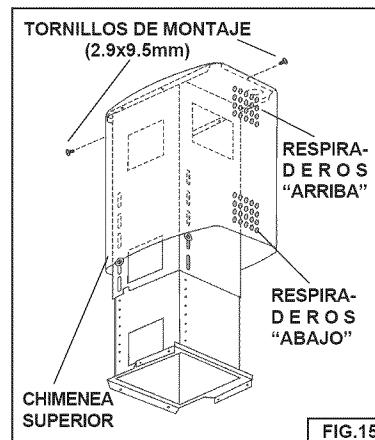

FIG.15
1. Monte y fije la chimenea superior al armazón de soporte con dos tornillos de montaje de 2.9 x 9.5 mm. Fig. 15.